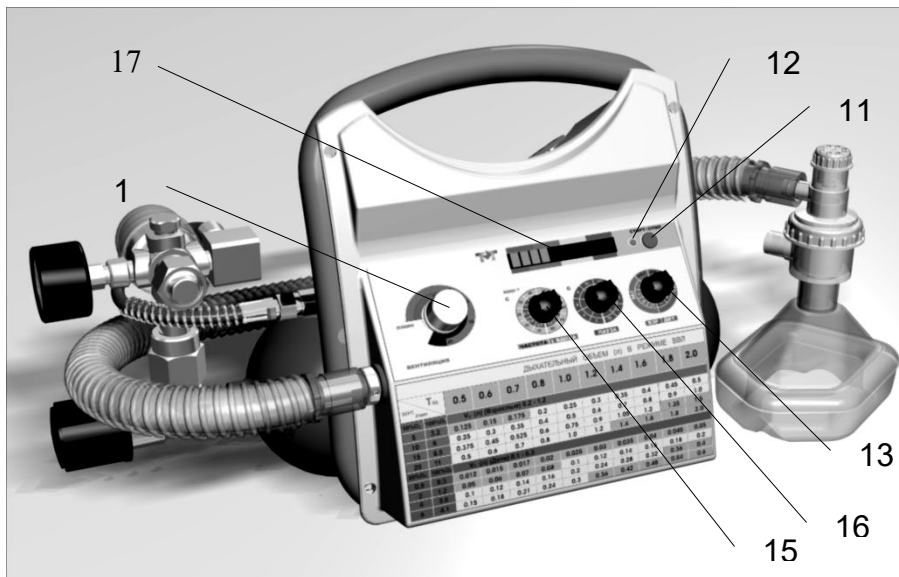

Рис.8
4.8. На лицевой панели аппарата (рис.8) расположены: